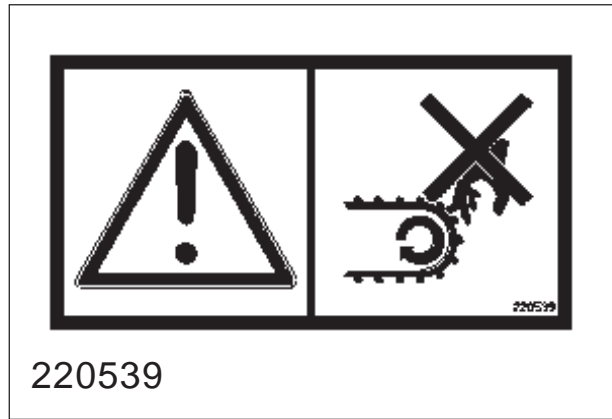

Fig. 19
**Advarselsskilt 220539** (fig. 19). Fingrer kan skades dersom de settes fast mellom spilene.